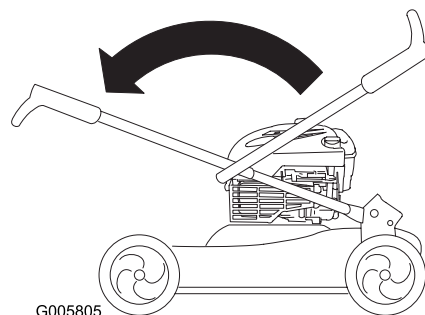

Figure 3
1. Dépliez la moitié supérieure du guidon vers l'avant jusqu'à ce que les deux moitiés soient dans le prolongement l'une de l'autre et s'emmanchent ensemble correctement (Figure 3).